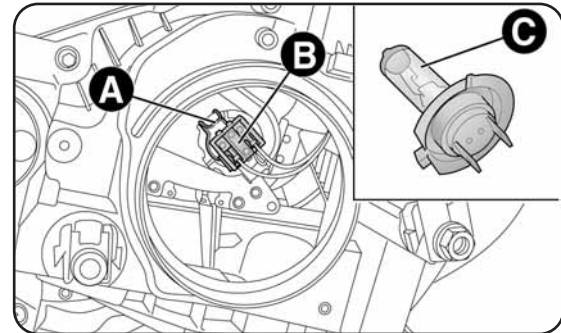

fig. 17
- décrocher l'agrafe de fixation de la lampe A-fig. 17 ;